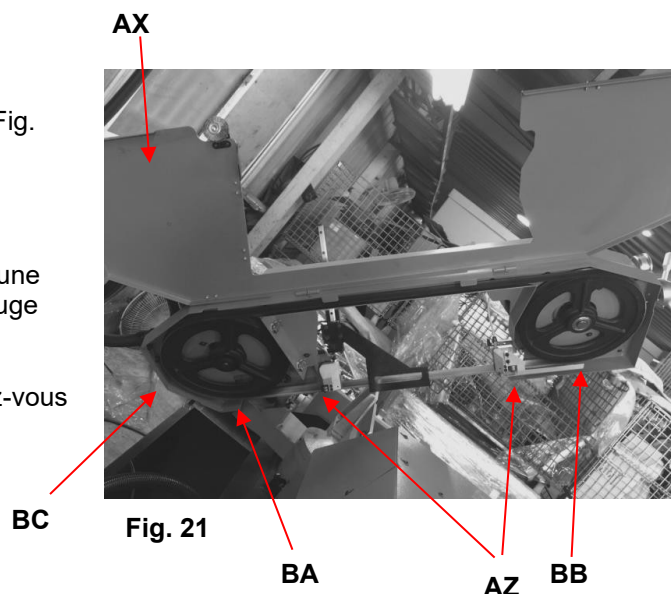

Fig. 21
2. Ouvrez le couvercle AX (Fig. 21)
6. Installez un nouveau ruban de scie en l'enclenchant dans le guide du ruban de scie AZ (Fig. 21).
7. Poussez le ruban de scie dans la roue d'entraînement BA (Fig. 21).
8. Poussez le ruban de scie dans le volant BB (Fig. 21).
10. Remettez le couvercle du ruban de scie en place et assurez-vous que l'interrupteur BC (Fig. 21) est verrouillé.